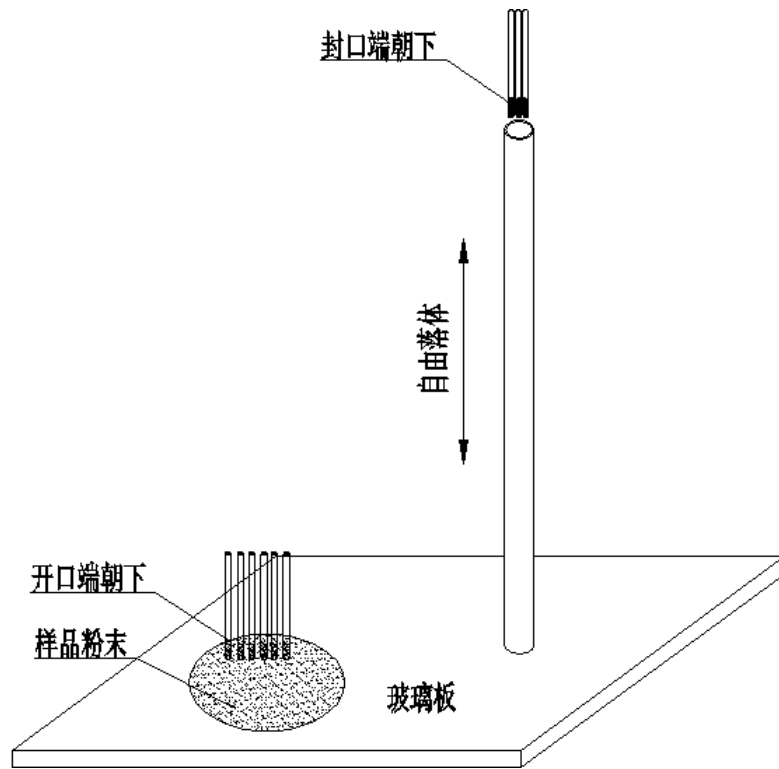

图 1 毛细管法装样示意图
- 然后将准备好的管子垂直放在玻璃板上,将刚刚装好样品的毛细管,封口端朝下,通过管子的上端放入,以自由落体的方式来回5~6次,使样品压实,见图1;